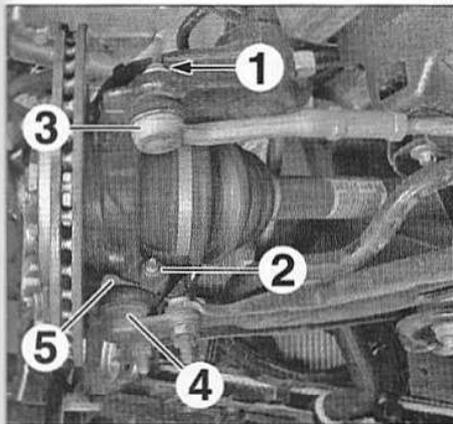
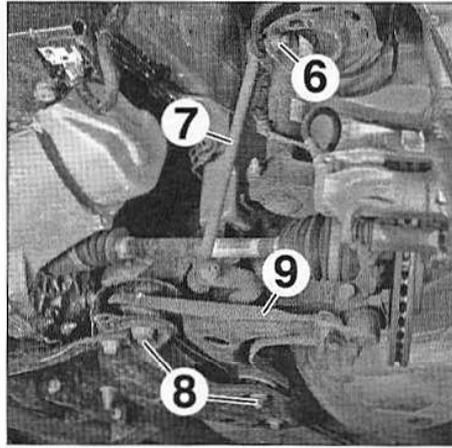
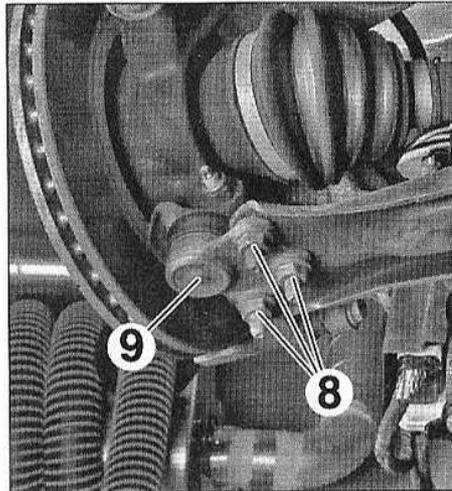

FIG. 15
FIG. 16
FIG.23
- Déposer (Fig.15) :
- l'écrou (1),
- le boulon de bridage (2).
- la rotule de direction (3),
- la rotule inférieure (4).
- Récupérer la protection (5) de la rotule.
- Déposer l'écrou supérieur (6) de la biellette de liaison, en contre-serrant la rotule à l'aide d'une clé à empreinte Torx (Fig.16).
- Ecarter la biellette (7) de l'amortisseur.
- les boulons (8),
- le bras inférieur (9).
- Déposer (Fig.23) :
- la rotule (9).